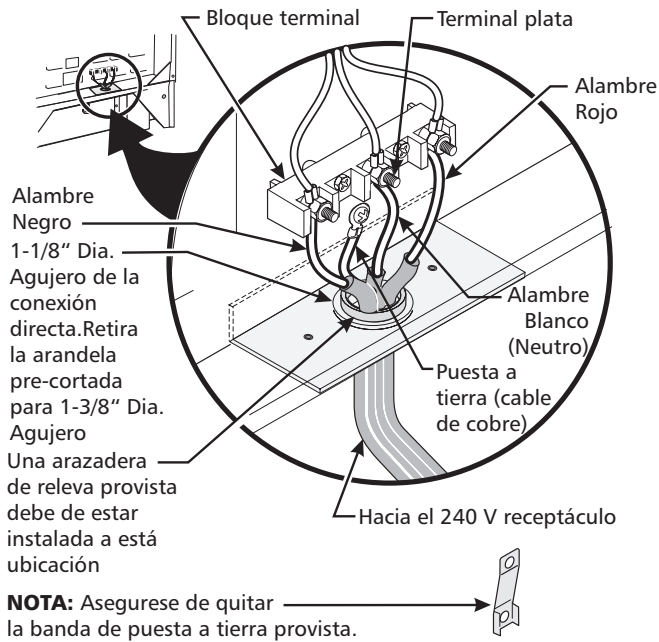

Figura 5
Para las casas sobre ruedas, las nuevas instalaciones, en los vehículos de recreación o en las áreas donde los códigos locales no permiten la conexión del conductor a tierra al neutro, un ensamblaje de suministro eléctrico de 4 conductores para estufas, clasificado a 125/250 voltios mínimo, 40 amperios mínimo, debe de ser utilizado (ver la figura 5).
4. Conecte el alambre de puesta a tierra (verde) del cordón eléctrico de cobre al marco del artefacto con el tornillo de puesta a tierra, usando el agujero en el marco donde se quitó el tornillo de puesta a tierra (vea Figura 5).
Si el aparato está conectado directamente al cortacircuito, a la caja de fusibles o a la caja de empalmes, use un cable blindado flexible o no metálico recubierto de cobre (con alambre a tierra). Provee una abrazadera releva de anclaje homologado UL a cada extremidad del cable. A la extremidad del electrodoméstico, el cable pase a través del agujero de la conexión directa (ver Figura 5) en el cordón de la placa de montaje. El tamaño de los alambres **(alambre de cobre solamente)** y las conexiones deben estar conforme al régimen del electrodoméstico.